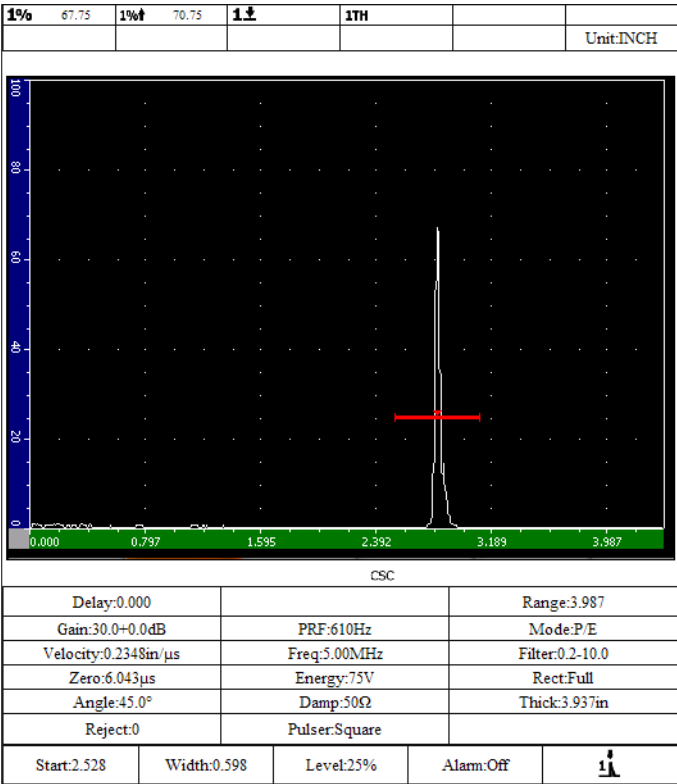

图 10-8 报告示例
- 8. 按 **[2ndF], [RECALL SETUP](PRINT)**（第二功能）（回放设置）（打印）键，从在步骤 6 中确定的打印设备上打印报告（参见第 175 页的图 10-8 中的报告示例）。